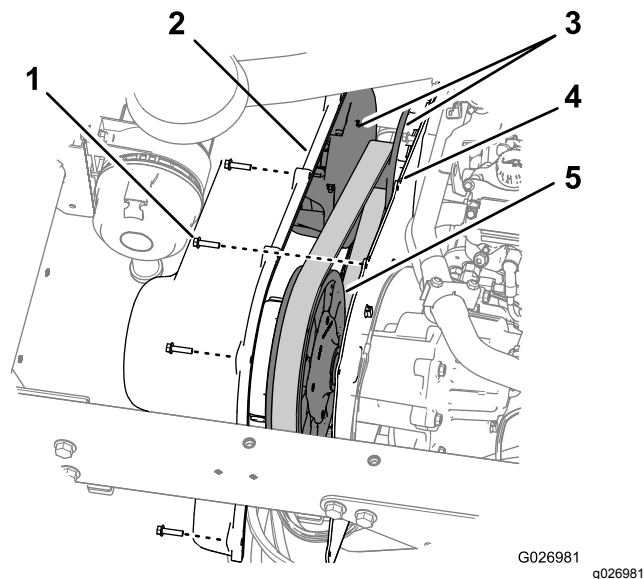

Figure 72
1. Retirez les 9 boulons à embase hexagonale (1/4 x 1") qui fixent le couvercle de la transmission à la plaque de montage (Figure 72).
5. Alignez les trous du couvercle de la transmission sur ceux de la plaque de montage (Figure 72).
6. Fixez le couvercle à la plaque de montage (Figure 72) au moyen des 9 boulons à embase hexagonale (1/4 x 1") que vous avez retirés à l'opération 1, et serrez les boulons à un couple de 10,2 à 12,4 N·m.